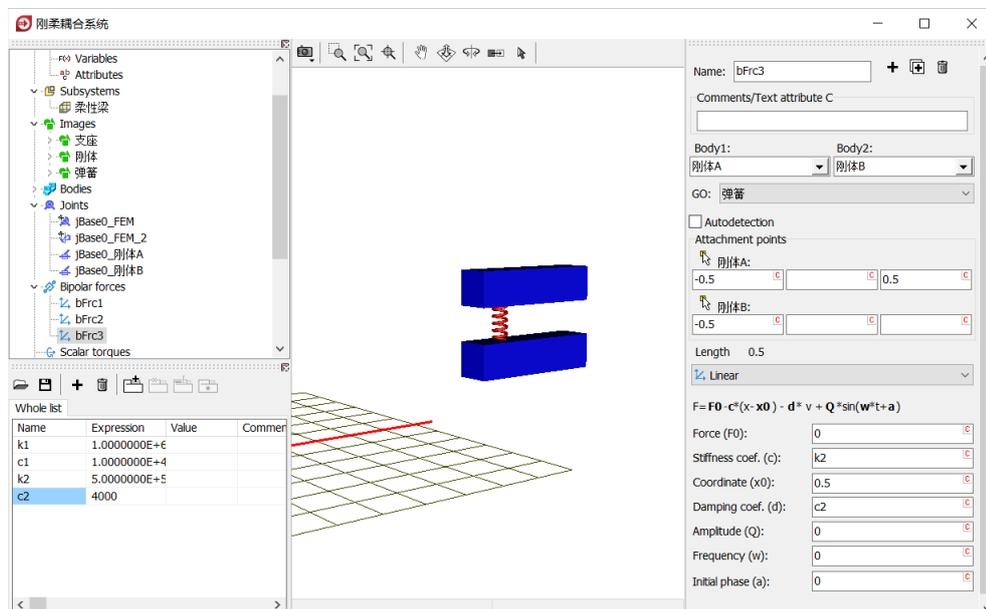

图 2-115
- 15) 复制生成第三个力元，将 **Body1** 改为**刚体 A**，**Body2** 改为**刚体 B**，连接点坐标分别为 $(-0.5, 0, 0.5)$ 和 $(-0.5, 0, 0)$ ，定义刚度系数为 **k2** (赋值 $5.0e5 \text{ N/m}$)，阻尼系数为 **c2** (赋值 $4.0e3 \text{ Ns/m}$)，如图 2-115。